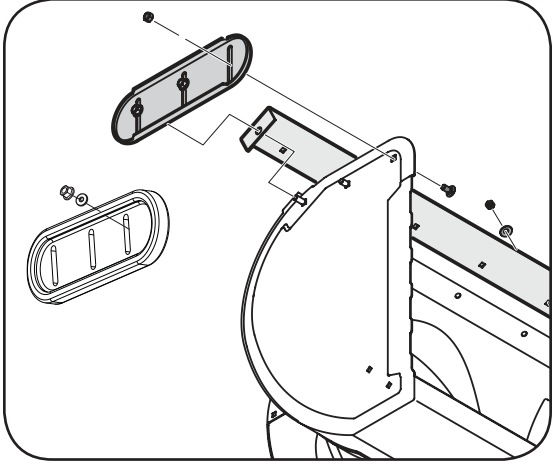

Figure 6-3
- Remontez les nouveaux patins avec la boulonnerie enlevée précédemment. Assurez-vous que les patins sont ajustés pour être de niveau. Voir la Figure 6-3.